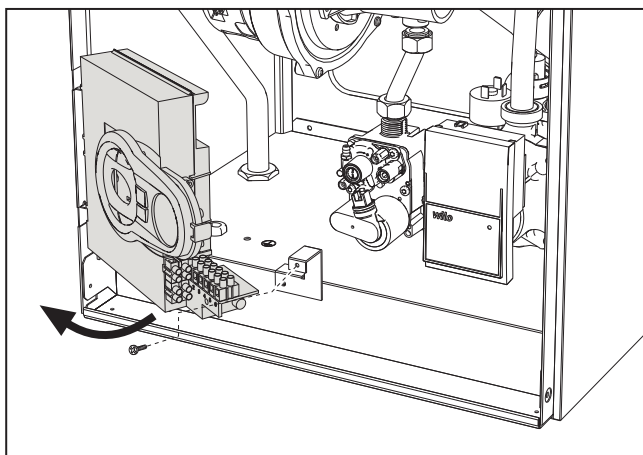

fig. 21
- 2. Desenrosque el tornillo y gire el panel de mandos (fig. 21).